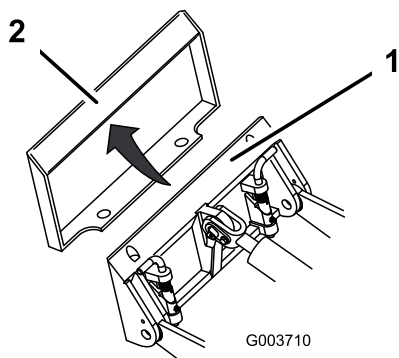

Figure 10
4. Insérez la plaque de montage dans le bord supérieur de la plaque réceptrice de l'accessoire (Figure 10).